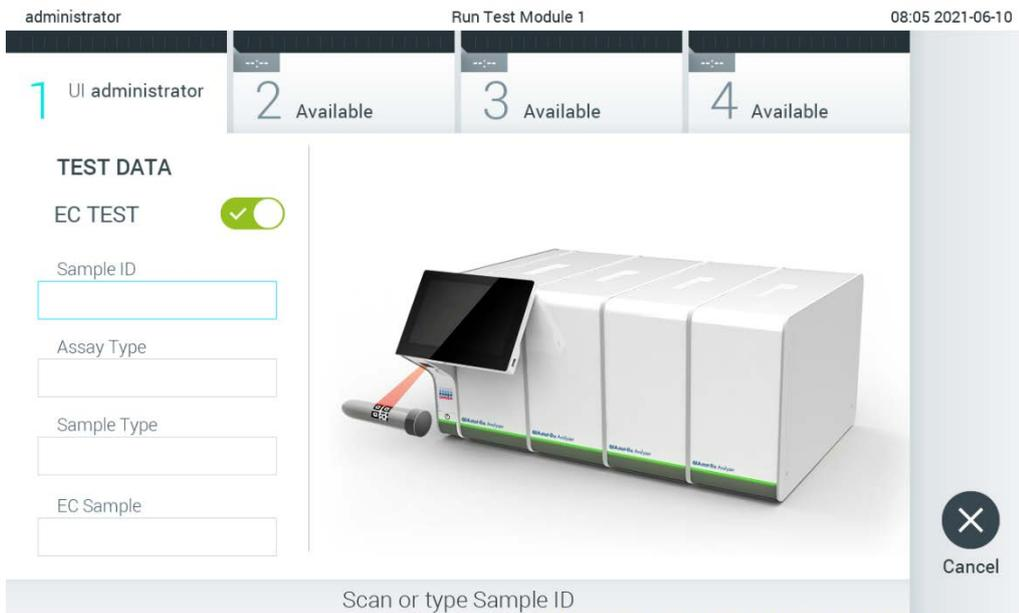

Figure 88. Activer le bouton à bascule EC Test (Test EC) pour activer un test EC.
2. Activez le bouton à bascule EC Test (Test EC) (figure 88, page suivante).
3. Lorsque vous y êtes invité, scannez le code-barres de l'ID d'échantillon avec le lecteur de code-barres intégré au module opérationnel (figure 88).